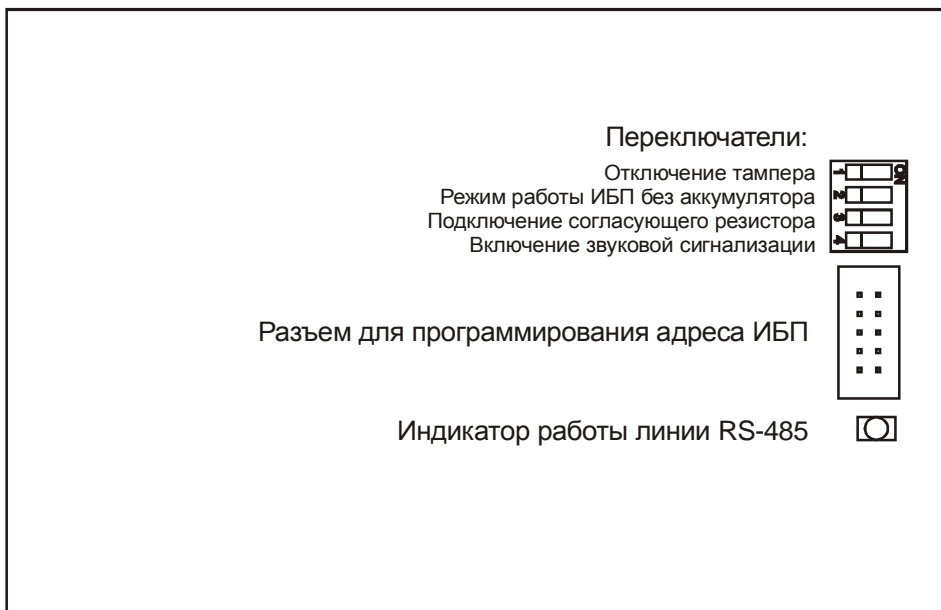

Рис. 9 Внешний вид платы контроллера состояний
4.5 Внутри корпуса на двери размещена плата контроллера состояний (Рис. 9).